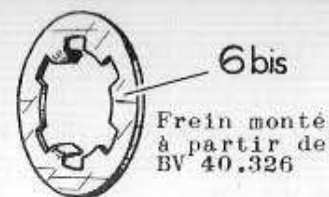

Fig. 68
MONTAGE DEFINITIF DE L'EMPILAGE SUR L'ARBRE PIGNON D'ANGLE (Fig. 68) -
Si nécessaire modifier la position de la rondelle. Dégager le support (4). Monter le frein de la rondelle de blocage (6bis- Fig. 68) (voir Nota).
- 2/ Les oreilles de la rondelle de blocage ne gênent pas le coulissement du support de synchro voir fig. 68.